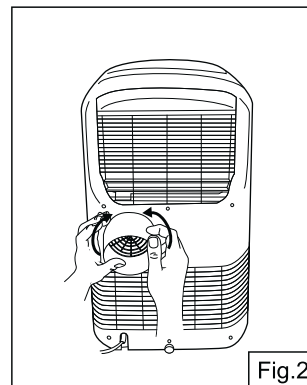

Fig.2
2. Montez le deuxième connecteur d'évacuation (16) sur le trou prévu à cet effet derrière l'appareil. Les ergots du connecteur d'évacuation (16) doivent venir s'engager dans les rainures prévues à cet effet sur le connecteur de l'appareil (Fig. 2).